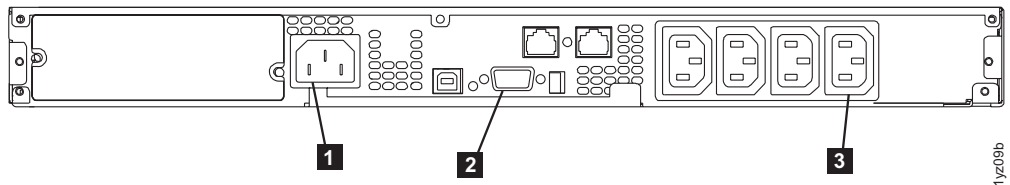

図 15. 2145 UPS-1U (背面図)
7. 2145 UPS-1Uの背面で、2145 UPS-1Uの主電源コネクターを電源ソケット (図 15 の **1**) に差し込みます。2145 UPS-1Uは待機モードであり、インディケータはすべてオフです。